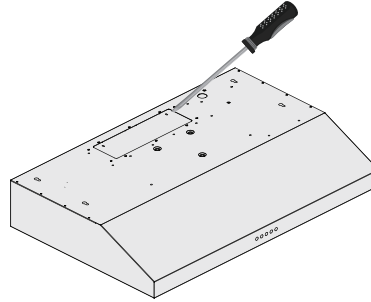

Figure 4
- Selon l'option de ventilation extérieure choisie (voir Page 10), sortez le panneau d'acier soit sur le haut ou à l'arrière de la hotte (voir Figure 4).